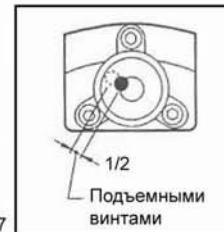

Рис.7
- 3) Устранимте половину смещения пузырька с помощью подъемных винтов "5". (Рис.7)